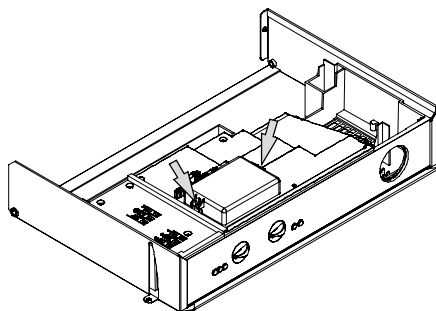

Figura 5.22
- Togliere le due viti indicate in Figura 5.22 e aprire il coperchio della morsettiera collegamento **sonda esterna**.